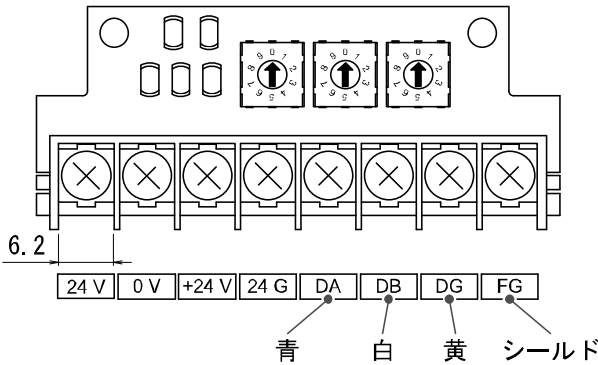

図 1
(1) 信号線は、指定の端子に必ず配線してください。(図 1 参照)